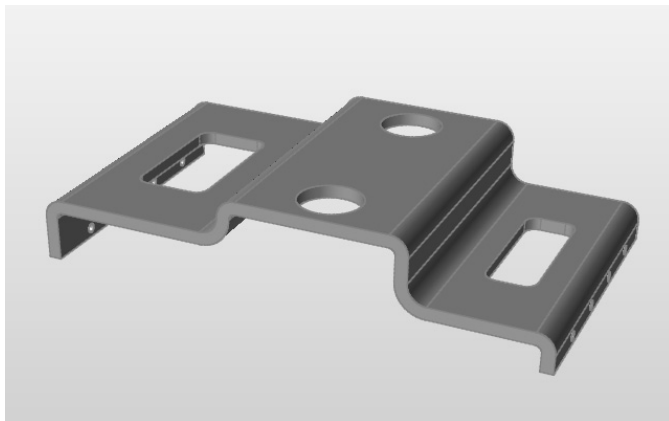

图 14-13
8) 打开安装目录中 Tutorials 文件夹中的 plate.x_t 文件，如图 14-13 所示。